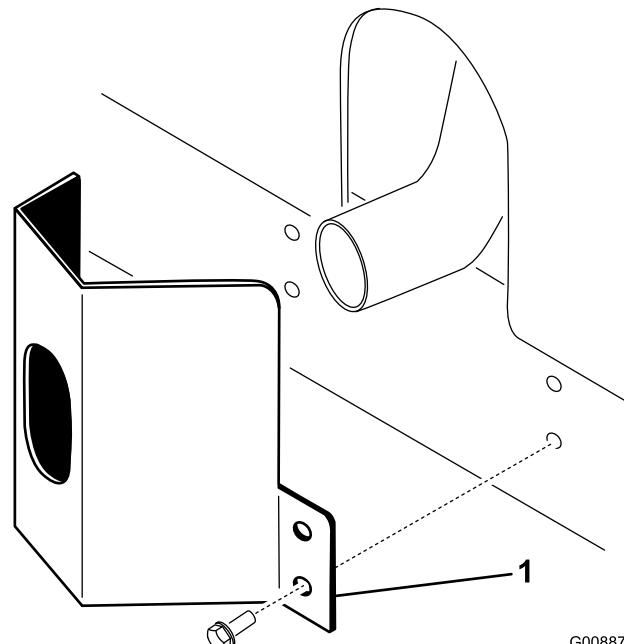

Рисунок 11
1. Расположите ограждение выхлопа на глушителе, совместив монтажные отверстия с отверстиями в раме (Рисунок 11).